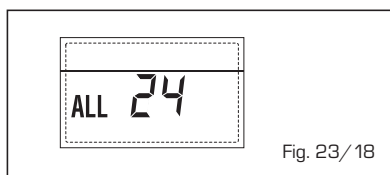

Fig. 23/18
- **ANOMALÍA SONDA ACUMULADOR SOLAR (S2) "ALL 25"** (fig. 23/19)